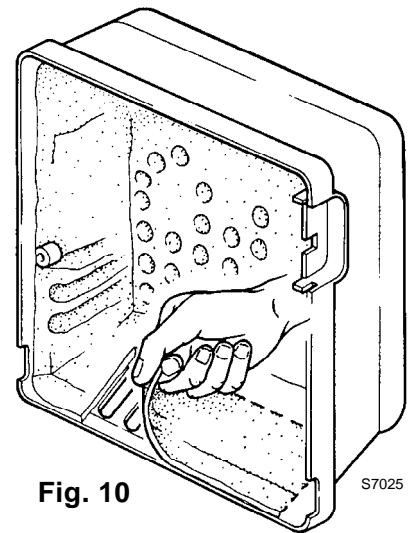

Fig. 10
**C** Dans le modèle BS4 type 914T1, pour garantir le fonctionnement avec une puissance de 220 ÷ 246 kW, enlever l'insonorisant pré-découpé pour libérer les fentes supplémentaires d'entrée de l'air dans le capot (voir fig. 10).